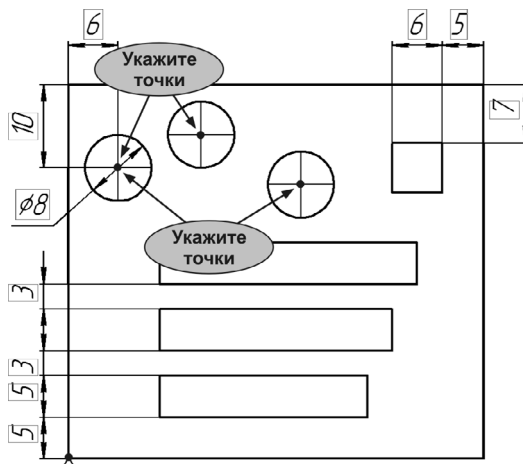

Рис. 62.10.
Поскольку положение первой окружности жестко определено фиксированным размером, перемещаться будет вторая окружность (рис. 62.10).
4. Аналогичным образом выполните выравнивание третьей окружности по первой (рис. 62.10).